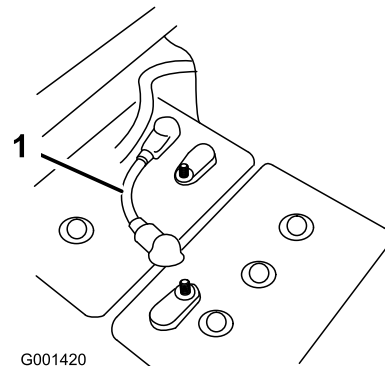

図 2
4. バッテリー同士を接続している短いケーブルのうちの 1 本を外して車両への電源供給を遮断する（図 2）。